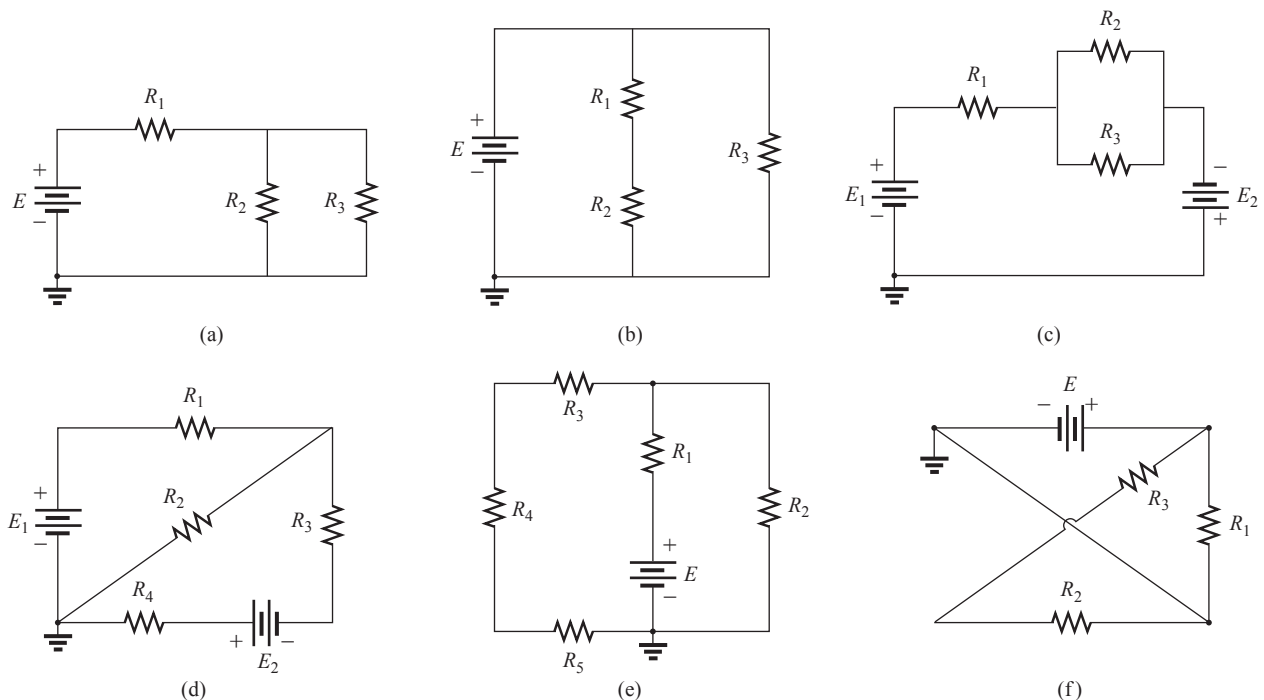

Figura 5.85 Problema 1.
1. Para cada configuração na Figura 5.85, descubra os elementos (fontes de tensão e/ou resistores) individuais (não combinações de todos eles) que estão em série. Se necessário, use o fato de que os elementos em série têm a mesma corrente. Simplesmente liste aqueles que não satisfazem as condições para uma relação em série. Aprenderemos mais a respeito de outras combinações mais tarde.